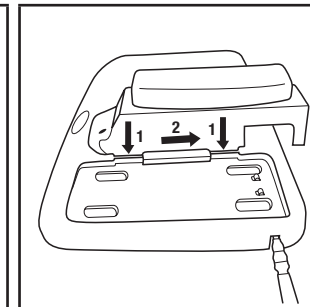

Fig. 2 – Programación de cargador para múltiples estaciones
- Cargador de batería para 4 estaciones 3M™ TR-944N: Inserte el TR-640 en uno de los puertos de carga en la Base para batería de 4 estaciones 3M™ TR-944N y deslice hacia atrás para asegurarla en su lugar (Fig. 2). **(NOTA:** Cuando se usa el cargador de 4 estaciones, el Suministro de corriente de una sola estación 3M™ Versaflo™ TR-941N no se usa con TR-640.)